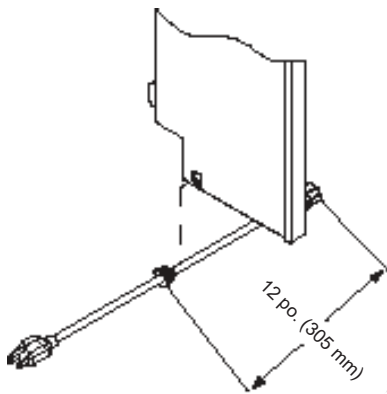

Figure 23.1
- **Si l'alimentation atteint l'appareil par la droite :** À l'aide des pinces, reliez la retenue de câble à 30,5 cm (12 po) de l'extrémité femelle du cordon et enfoncez le panneau du côté droit (**Figure 23.1**).